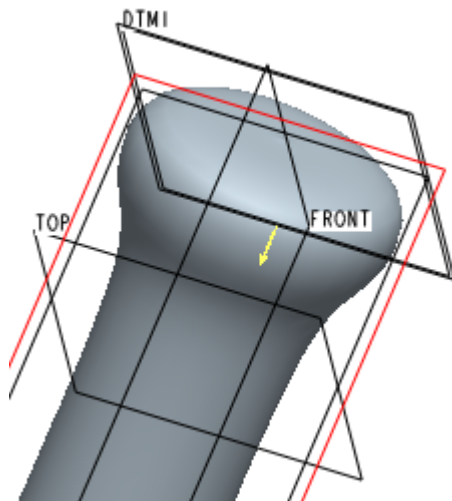

图 48-16
(1) 在模型树中（或在模型中）选中步骤 6 建立的孔特征，单击阵列工具按钮 ，打开阵列特征操控板。
(2) 选择“填充”类型，单击 ，打开【剖面】对话框。
(3) 选择基准平面 DTM1 为草绘平面，RIGHT 基准平面为视图参照，如图 48-16 所示。